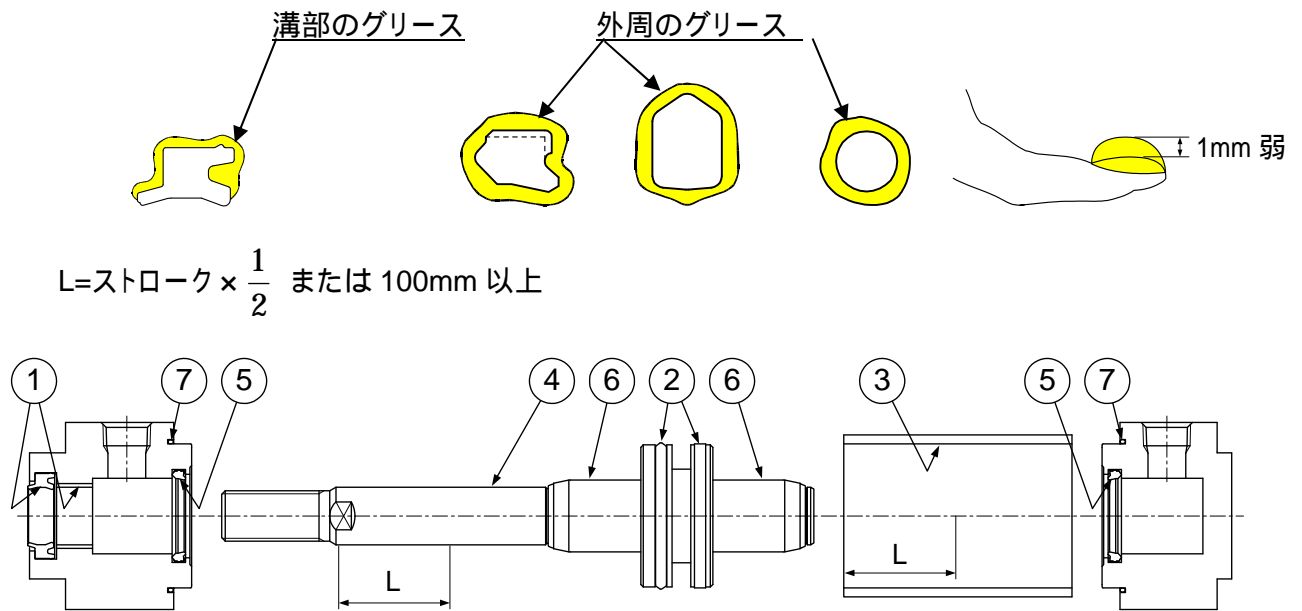

図 11. グリース塗布位置
シリンダの各部品には図 11 の各部分にグリースを塗布しますが、100 ストロークのシリンダ 1 本につき表 10 の量が必要です。目安としては人差指ですくった程度が約 3(g)です。
- 1) ロッドパッキン、クッションパッキン(図 11,)
- 2) ピストンパッキン (図 11, ②)
- 3) チューブガスケット (図 11,)